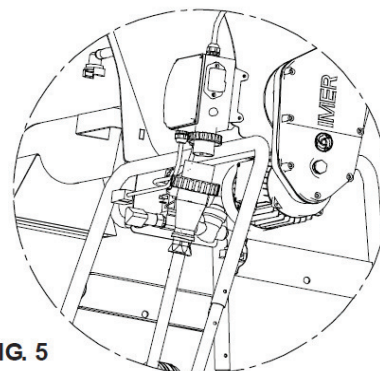

FIG. 5
10.1 ALLACCIAMENTO ELETTRICO (vedi fig.5)
Collegare l'alimentazione alla spina del mescolatore posta sul quadro elettrico (fig.5).